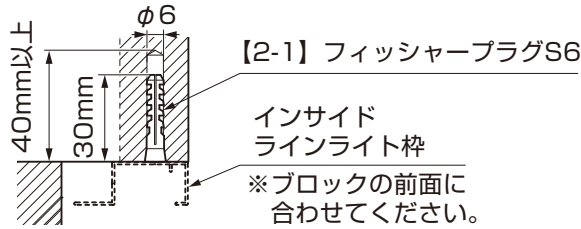

図6-1 ブロックの下孔加工
- ①インサイドラインライト枠をブロックの入隅にあてがい、枠用ホルダ取付孔にあわせて下孔φ6をあけてください。(図6-1)。